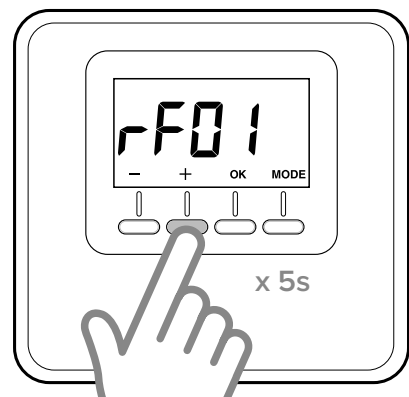

Abb. 18
- Erneut die Taste „+“ 5 Sekunden lang drücken, um zu den technischen Parametern zu gelangen. Das Display zeigt den Parameter „rF01“ (Abb. 18).